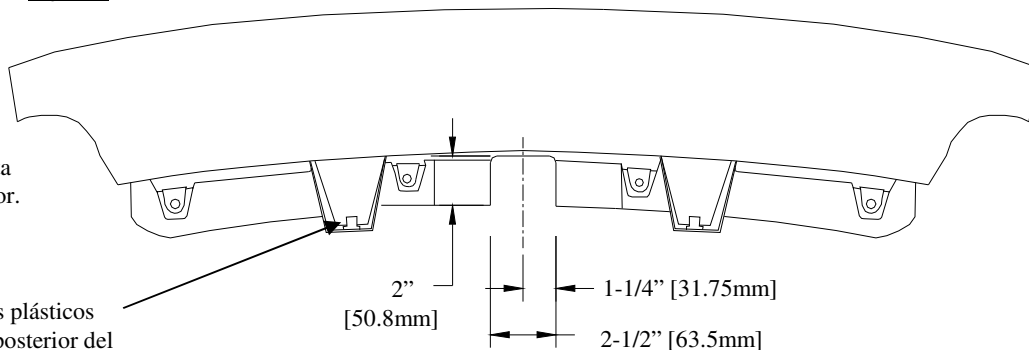

Figura 7
- Retire (2) sujetadores plásticos de la parte posterior del vehículo, entre la base de la placa protectora y el panel extremo. Ver Figura 7.
Ver Figura 7. **Obtenga la aprobación del propietario del vehículo antes de cortar.**